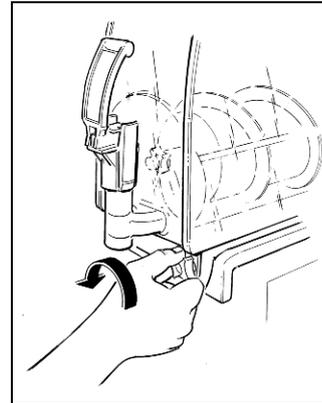

Fig. 1
Installer l'appareil sur une surface horizontale et solide de manière à ce que la carrosserie de l'appareil soit bien ventilée (au moins 20 cm d'espace libre, fig.1), installer l'appareil dans un environnement sec et éviter de l'installer près d'une source de chaleur. La température ambiante d'utilisation de la machine doit être comprise entre 24°C et 38°C (entre 75°F et 100°F).
- Dévisser et retirer les pommeaux (voir fig.1)